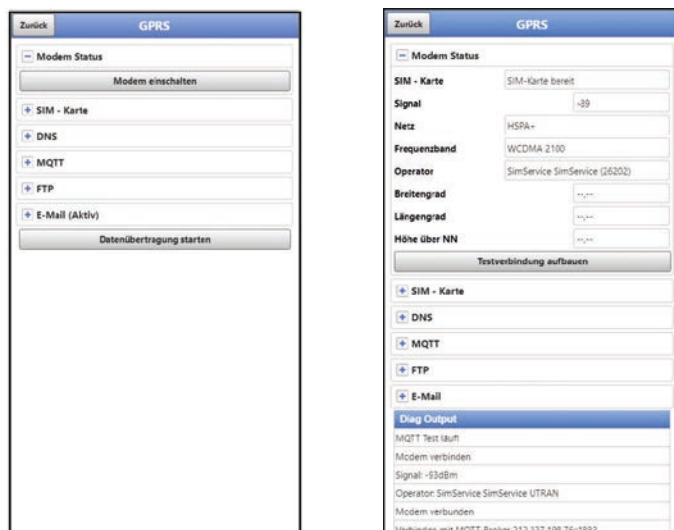

Abb. 39-3 Modem Status / SIM-Karte Status
2. So lange warten, bis die Suche des Geräts nach den GPS-Koordinaten (Breiten-/Längengrad) erfolgt ist und diese im Menü (siehe Abb. 39-3) eingetragen sind. Das kann durchaus einige Minuten dauern.